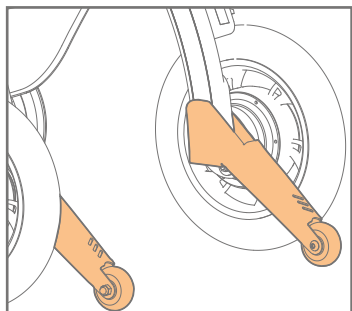
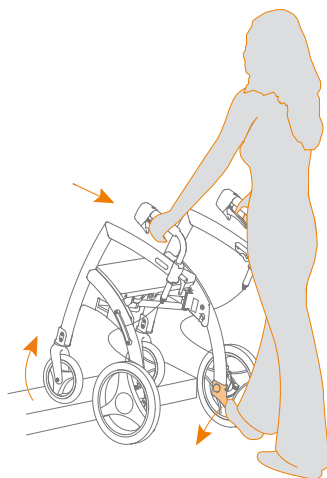

Figure 31: Utilisez l'aide au basculement.
Figure 32: Monter sur la bordure ou le trottoir ou franchir un seuil.
- b.** Poussez les aides au basculement (**Figure 31**) vers le bas avec votre pied gauche ou droit, tout en inclinant le Rollz Motion Electric vers vous avec vos mains. De cette façon, les roues avant ne touchent plus le sol. Maintenant, poussez le Rollz Motion Electric vers l'avant jusqu'à ce que vous soyez clairement sur le trottoir ou au-dessus du seuil avec les roues avant (**Figure 32**).